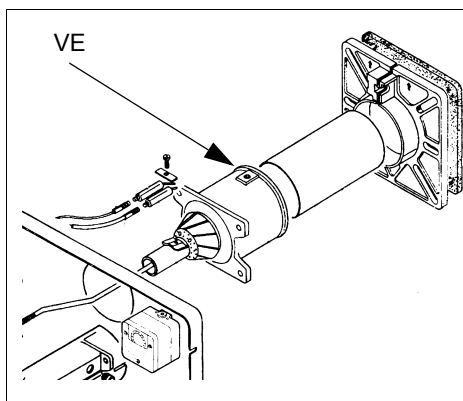

Рис. 28b
- ? Демонтируйте, проверьте и очистите головку сгорания (см. Рис. 28а, Рис. 28b, Рис. 28с);
##### Тип S3 (Рис. 28а) и S5 (Рис. 28b)